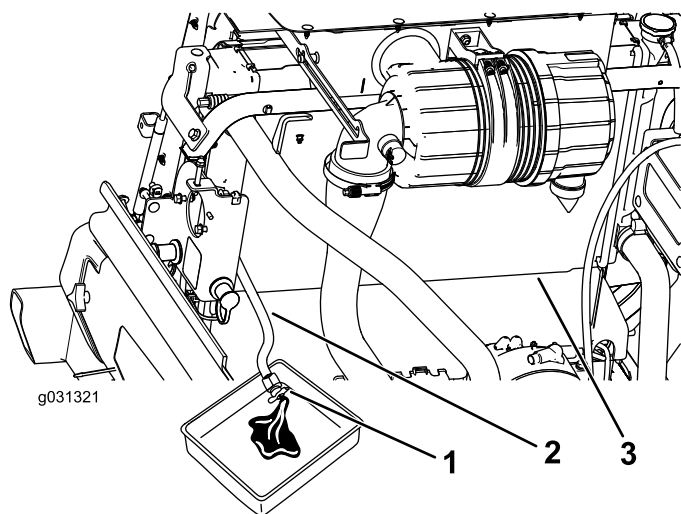

Рисунок 124
3. Поместив сливной шланг радиатора в сливной поддон, откройте сливной кран на шланге радиатора и слейте жидкость в сливной поддон (Рисунок 124).
4. Закройте кран на сливном шланге радиатора (Рисунок 124).